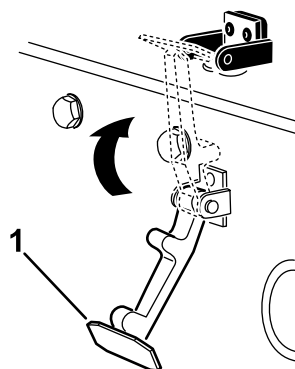

Figura 19
6. Prindeți clichetul capotei pe suportul clichetului capotei (Figura 19).